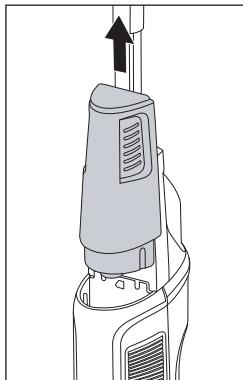

Fig. 6
- Nu utilizați niciodată aparatul fără apă în rezervorul de apă curată ⑪.
- ◆ Prindeți rezervorul de apă curată ⑪ de canelurile de prindere laterale și trageți-l în sus din aparat (a se vedea fig. 6).